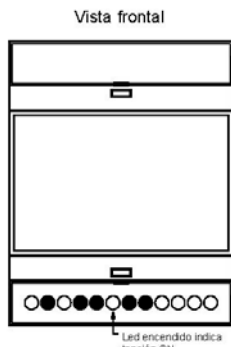

Figura 2
- La tensión de entrada (CA) debe conectarse a los terminales “MA”.
- La tensión de salida (CC) conectarse a los terminales “MB”.
- El LED se ilumina cuando la alimentación está en “ON” (Ver figura 2).